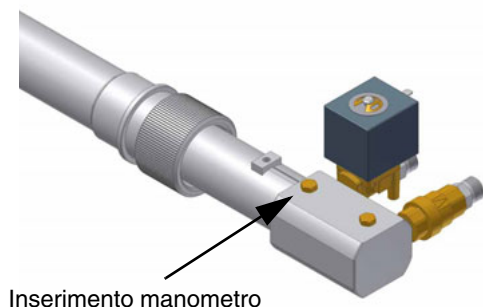

Fig. 21
- 10 La pressione di alimentazione ugello è già pre-tarata in fabbrica e non deve essere cambiata. Solo se necessario, regolare la pressione di alimentazione (vedi relativo paragrafo) nel modo seguente: inserire un manometro nella posizione indicata in Fig. 21 agire sulla vite di regolazione **VR** della pompa (vedi Fig. 20) fino ad ottenere una pressione all'ugello pari a 20 o 25 bar (a seconda che l'ugello sia Bergonzo o Fluidics - vedere grafico a pag. 16);